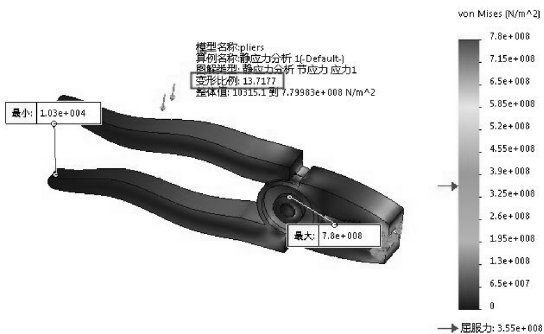

图 9-80 查看变形
- 04 随后在图解中可以清楚地看到变形比例及变形效果，如图 9-80 所示。施加了 300N 的力，变形还是比较小的，说明钳子本身的强度及刚度是符合设计要求的。